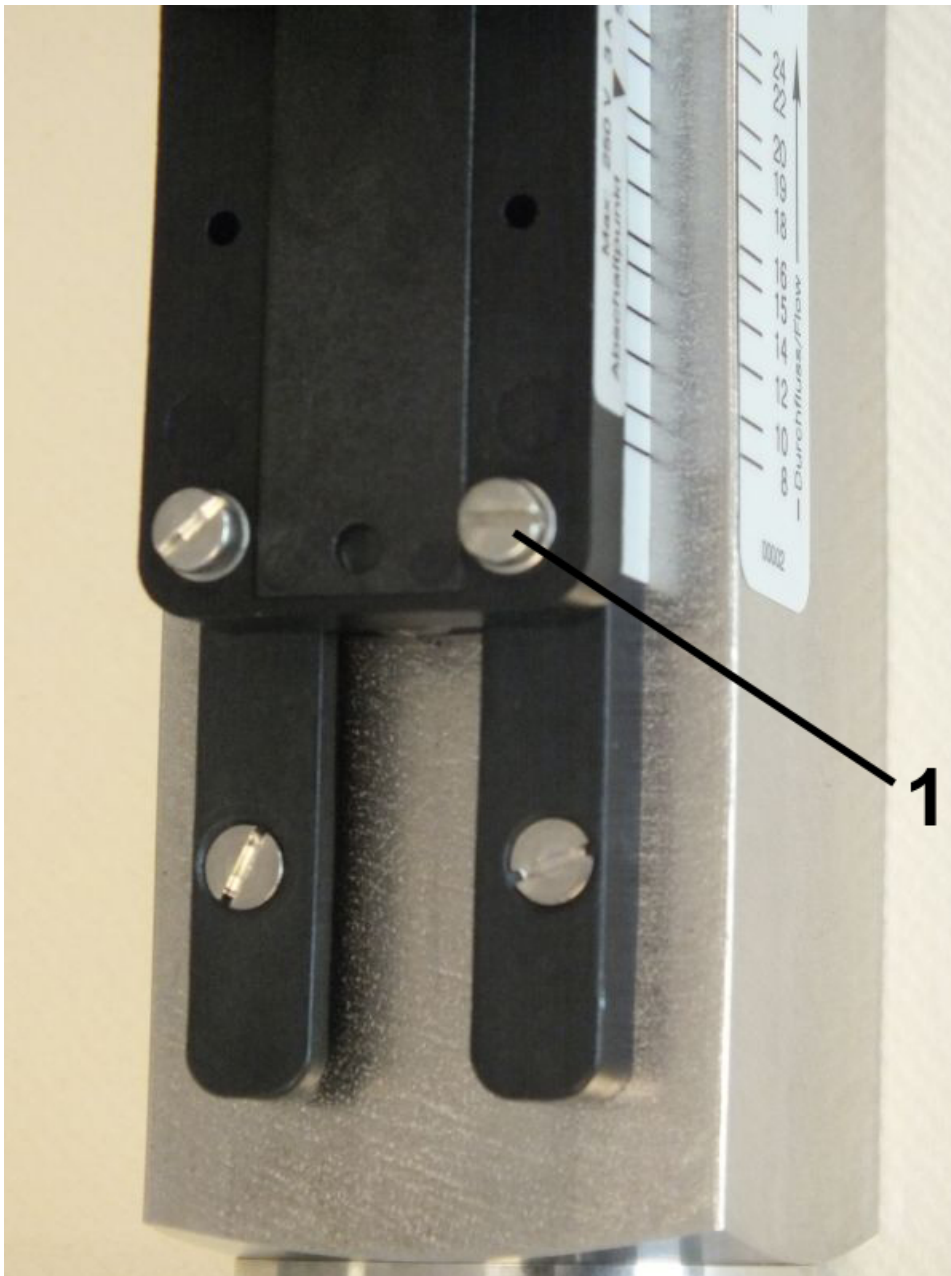

Abb. 38: Feststellschrauben lösen
1. Die Feststellschrauben des Schaltkontaktes (Abb. 38/1) mit einem Schlitzschraubendreher lösen.
3. Feststellschrauben des Schaltkontaktes (Abb. 38/1) mit einem Schlitzschraubendreher wieder anziehen. Dabei Schrauben-Anziehdrehmoment beachten.